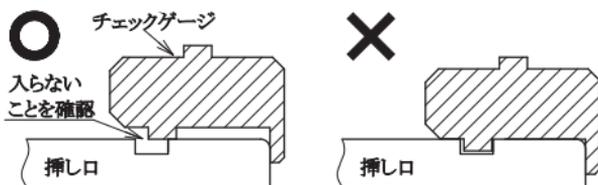

図57 挿し口端面から溝までの距離の確認
- ② チェックゲージが溝と挿し口端面の間に入らないことを確認する(図57参照)。チェックゲージが入る場合、挿し口端面から溝までの距離が短いので、原因を確認し、新たに挿し口加工をやり直す。なお、呼び径75~250と呼び径300~450ではX寸法(図55参照)が異なるため、使用するチェックゲージが異なる。